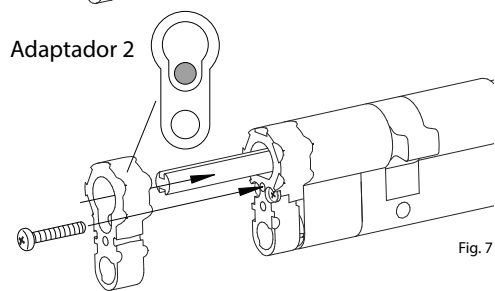

Fig. 7
- 54 - 59 mm = são necessários os adaptadores 1 e 2 (Fig. 7)